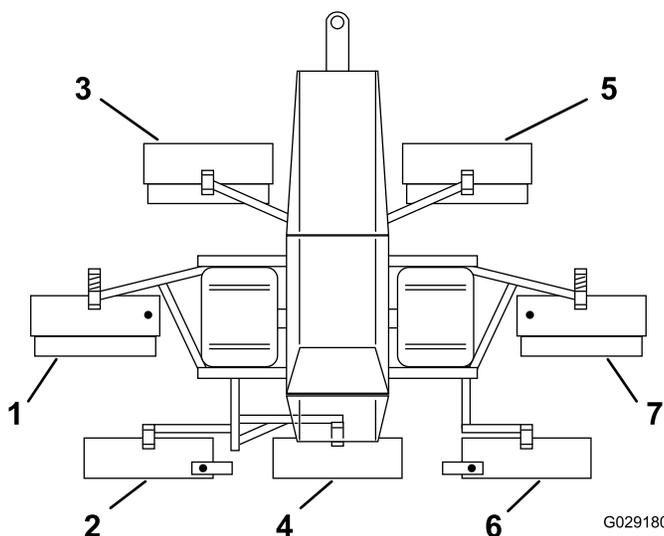

Figure 8
5. Disposez les plateaux de coupe autour de la machine aux positions correctes, comme montré à la Figure 8.